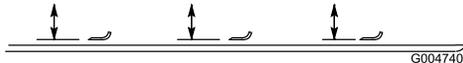

Figura 90
2. Gire la cuchilla hasta que los extremos estén orientados hacia adelante y hacia atrás (Figura 90). Mida desde el interior de la unidad de corte al filo de corte en la parte delantera de la cuchilla. Anote esta dimensión.